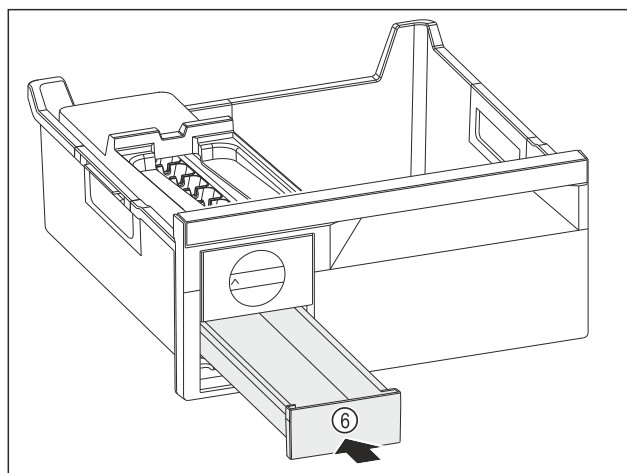

Fig. 84
- ▶ Вдвиньте выдвижной ящик для кубиков льда Fig. 84 (6).